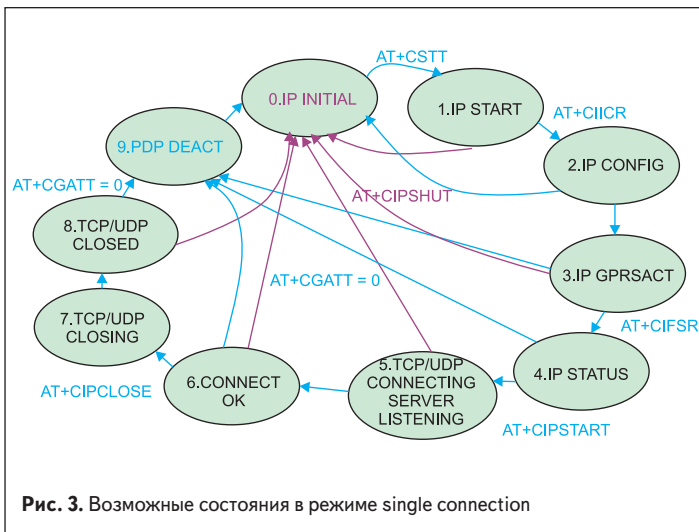

Рис. 3. Возможные состояния в режиме single connection
*AT+CGATT?* и *AT+CIPSTATUS?*, как показано на рис. 3 и 4 для режимов single connection и multi connection соответственно.